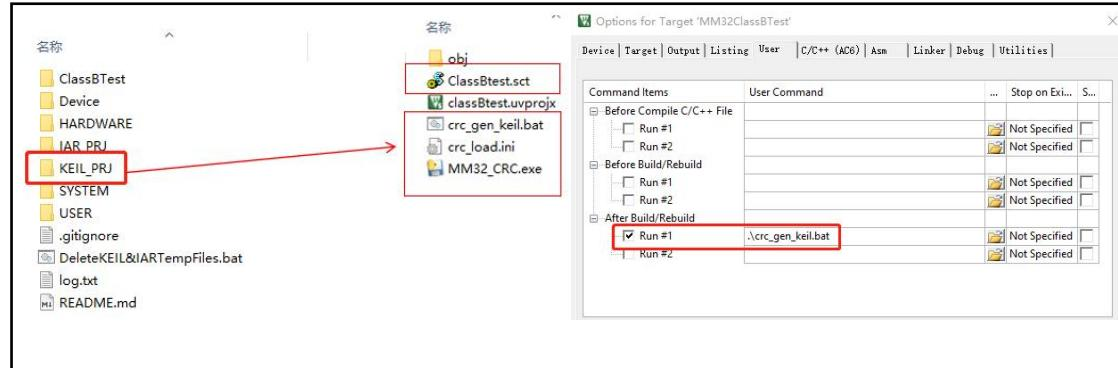

图 21. keil 平台 FLASH 检测所需文件
5. 将 KEIL\_PRJ 文件夹中的 ClassBtest.sct , crc\_gen\_keil.bat , crc\_load.ini , MM32\_CRC.exe 四个文件拷贝到实际应用的 .uvprojx 所在目录；在 user 配置中设置 crc\_gen\_keil.bat 运行方式（如图 21）；